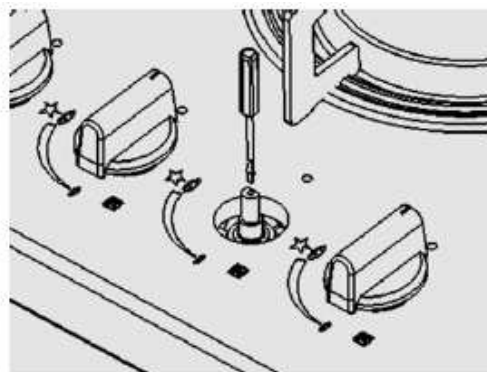

Figure 7
2. ถอดลูกบิดออกจากแกน ใช้ไขควง เพื่อหมุนตรงสลัก (Fig 7) เปลวไฟจะอ่อนลงเมื่อหมุนตามเข็มนาฬิกา และจะแรงขึ้นหากหมุนทวนเข็มนาฬิกา